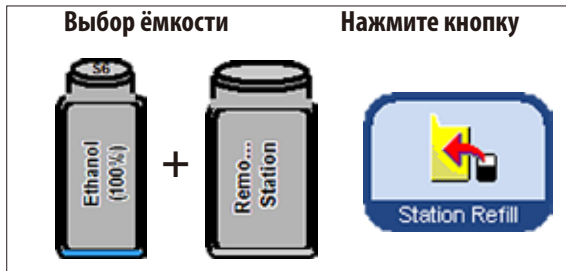

Рис. 168
- Выберите на дисплее пустую системную ёмкость (например **S6**) и внешнюю приёмную ёмкость (**Remo... Station**) (рис. 168).